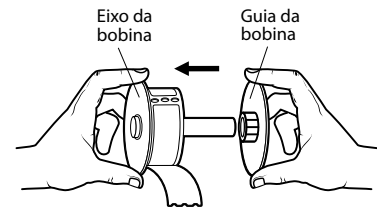

Figura 1
- 4 Segure o eixo da bobina com a mão esquerda e coloque o rolo de etiquetas no eixo, de modo que as etiquetas sejam alimentadas a partir da parte inferior e a borda esquerda do rolo esteja firme na lateral da bobina. Consulte Figura 1.